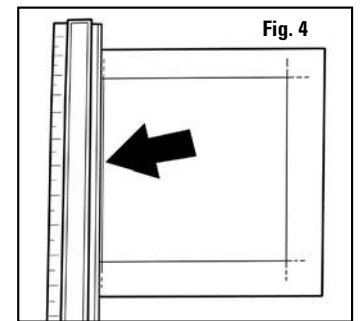
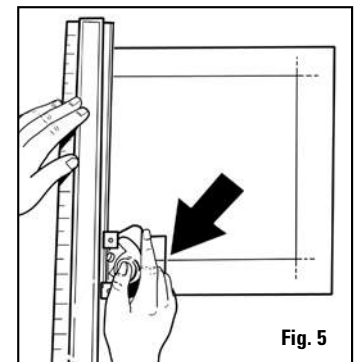

Fig. 4
Fig. 5
2. Coloque la lámina perimétrica cara abajo sobre la Hoja de respaldo. Ponga el Borde Recto EXACTAMENTE sobre la franja de la mano izquierda para alinear el borde exterior del canal a lo largo de la línea de lápiz. **Fig. 4** Asegúrese que el bulto de la lámina perimétrica esté al lado de la mano derecha del borde recto. Tener la lámina perimétrica al lado izquierdo del borde recto daría lugar a un corte invertido del cartabón. Enganche el Cortador de Bisel 302 sobre el borde recto encajando las guías de nylon negro sobre el borde levantado del canal. Coloque el cortador de lámina perimétrica de modo que la línea del indicador de plata se alinee con la línea a lápiz de abajo que interseca. **Fig. 5**